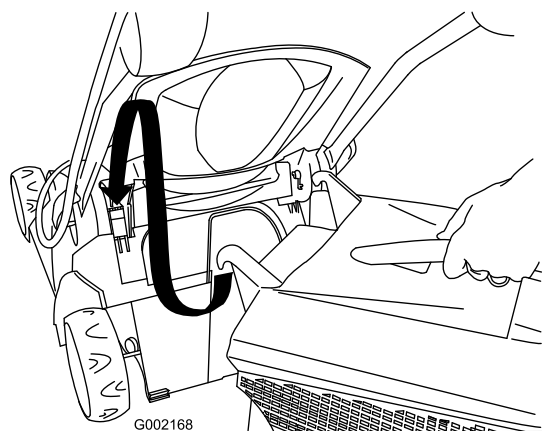

Рисунок 20
- Поднимите заднюю дверцу и установите на газонокосилку сборник скошенной травы (Рисунок 20).